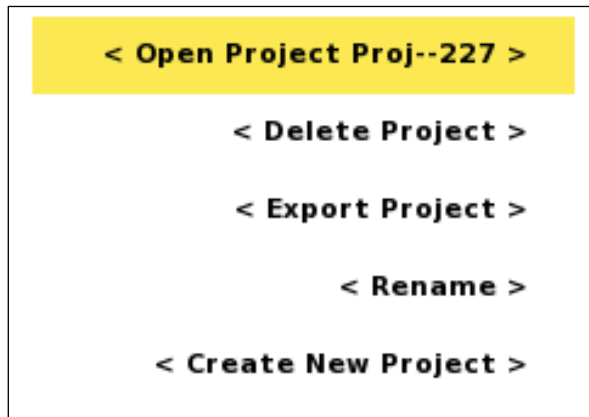

Figura 16 Menú Opción del proyecto con el elemento Abrir resaltado
- Presione <Opciones> y se mostrará el menú de opciones (Figura 16)